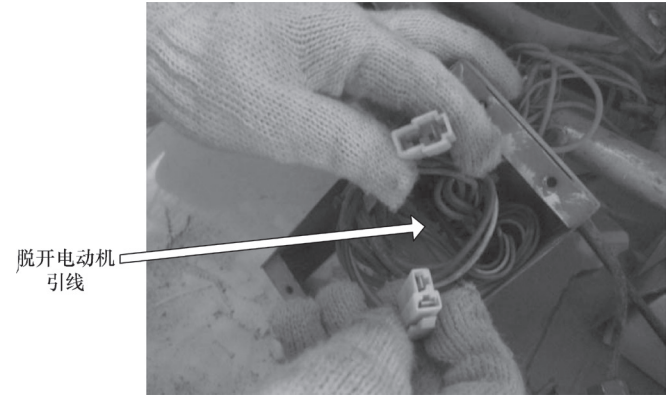

图 7-4 将电动机引线脱开
3) 接着关闭电源开关，将电动机引线从控制器上脱开，如图 7-4 所示，对电动机进行如下检查。